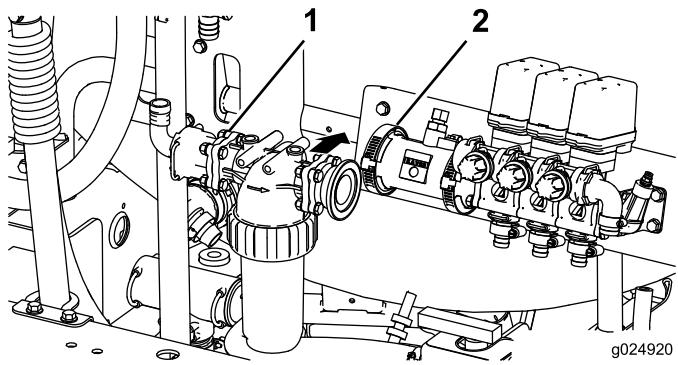

図 23
2. 既存のクランプ、それについているフィッティングとホースを取り外す(図 23)。
3. 圧力フィルタ・アセンブリを機体に取り付ける（図 23）。